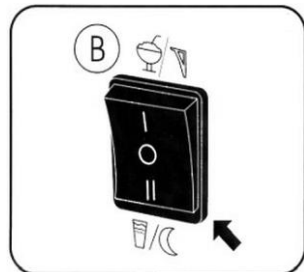

Fig. 6
1. Pour arrêter la machine à granités, basculer l'interrupteur marche/arrêt (A) sur la position « O ».
2. Si des produits doivent être laissés pour la nuit dans la machine, basculer l'interrupteur (B) sur la position mode nuit (fig. 6).